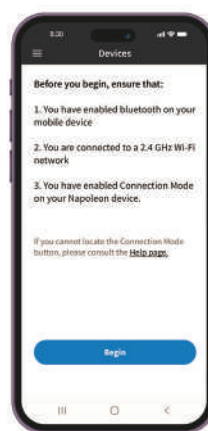

Fig. 7
8. Accepteer de machtigingen. (Fig 7)